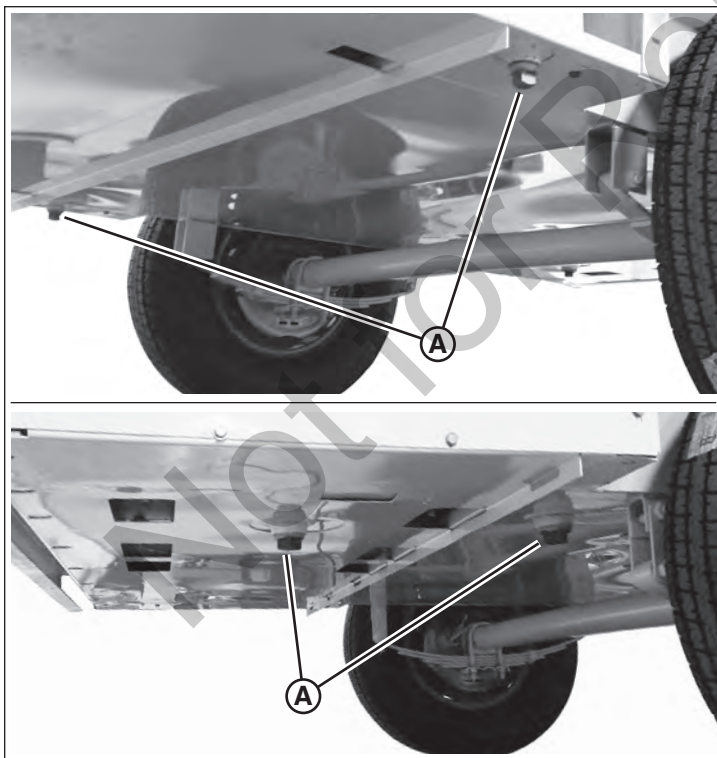

Figure 49
- Placer un récipient adéquat sous l'un des quatre drains de retenue de liquide (A, Figure 49), se trouvant sous l'appareil vers l'arrière. Vous reporter aussi à « Caractéristiques et commandes ».